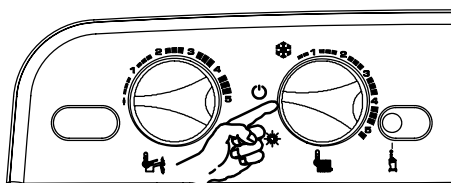

Fig. 5.50 Tablero de mandos
- 6 Para devolver a la caldera a su funcionamiento habitual, poner el selector de función/manivela de regulación de la temperatura de calefacción como indica la **Fig. 5.50**